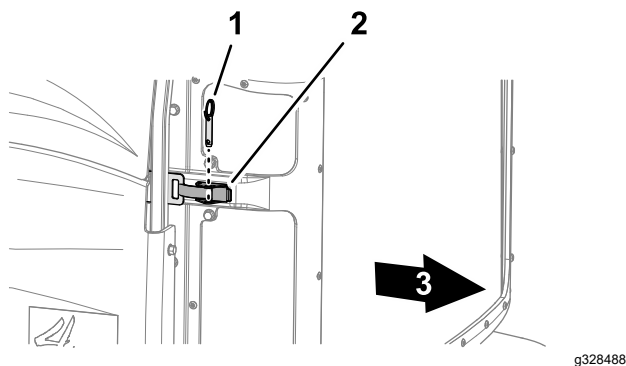

Figura 65
2. Retire el pasador de bola del cierre de la rejilla (Figura 65).